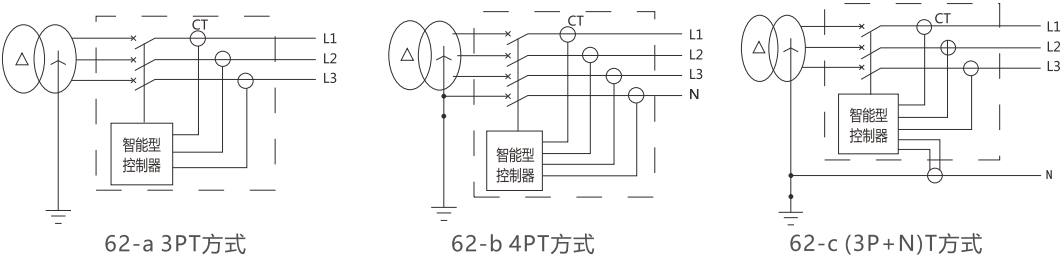

图62 接地保护方式
单相接地保护故障电流在几百安培以上的金属性接地保护，一般用于中性点直接接地系统，控制器分两种不同保护方式:一种为矢量和方式，另外一种为外接互感器方式。如图62所示。
- a.三相三线制中选用三极断路器不外加互感器，接地故障信号只取三相电流的矢量和，保护特性为定时限。(见图62-a 3PT方式)
- b.三相四线制中选用四极断路器不外加互感器，接地故障信号只取三相电流及N极电流的矢量和，保护特性为定时限保护。(见图62-b 4PT方式)
- c、三相四线制中选用三极断路器，外接中性极N电流互感器作接地保护用，接地故障信号取三相电流及N极电流的矢量和，保护特性为定时限保护。(见图62-c (3P+N)T方式)